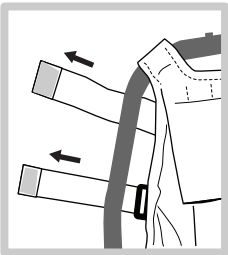

Abbildung 4
- a. Die Klettbänder werden an der gebogenen Strebe mit den Schrauben befestigt (Abbildung 4).